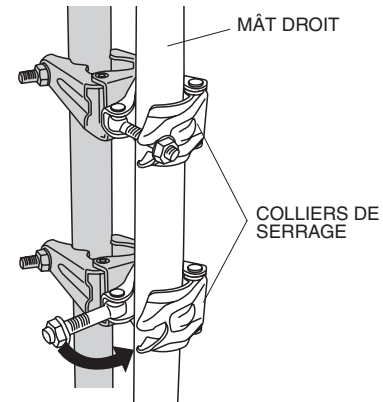

Figure 29. Fixation du mât d'extension
4. Fixer le mât droit aux colliers de serrage. Serrer les contre-écrous sur les deux colliers. Voir Figure 29.